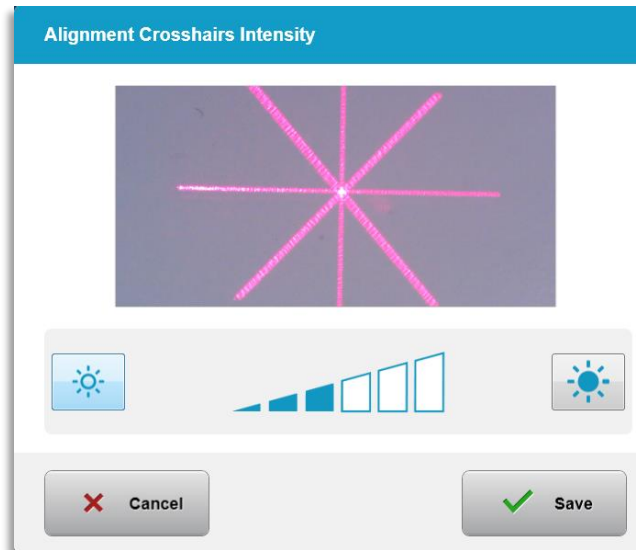

Figura 3-55. Intensidad de retícula de alineación
- Seleccione "Intensidad de la retícula de alineación" (Alignment Crosshairs Intensity) en el menú Configuración del sistema (System Settings) para modificar el brillo de la retícula de alineación. Aparecerá la pantalla mostrada en la figura 3-55.